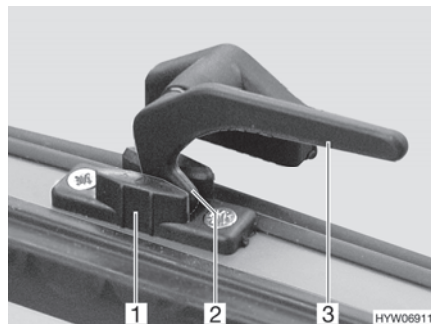

Bild 58 Verriegelungshebel in Stellung "Dauerbelüftung"
- in Stellung "Dauerbelüftung" (Bild 58)
- Alle Verriegelungshebel (Bild 58,3) eine viertel Umdrehung zur Fenstermitte hin drehen.
- Alle Verriegelungshebel wieder zurückdrehen. Die Verriegelungsnase (Bild 58,2) dabei jeweils in die Aussparung der Fensterverriegelung (Bild 58,1) einfahren.